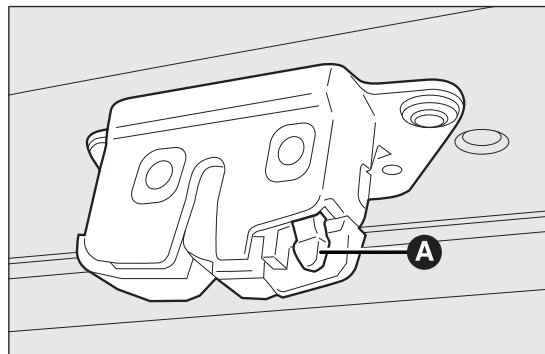

fig. 64
- ☐ desde el interior de maletero, presionar la palanca A fig. 64 y abrir el portón.